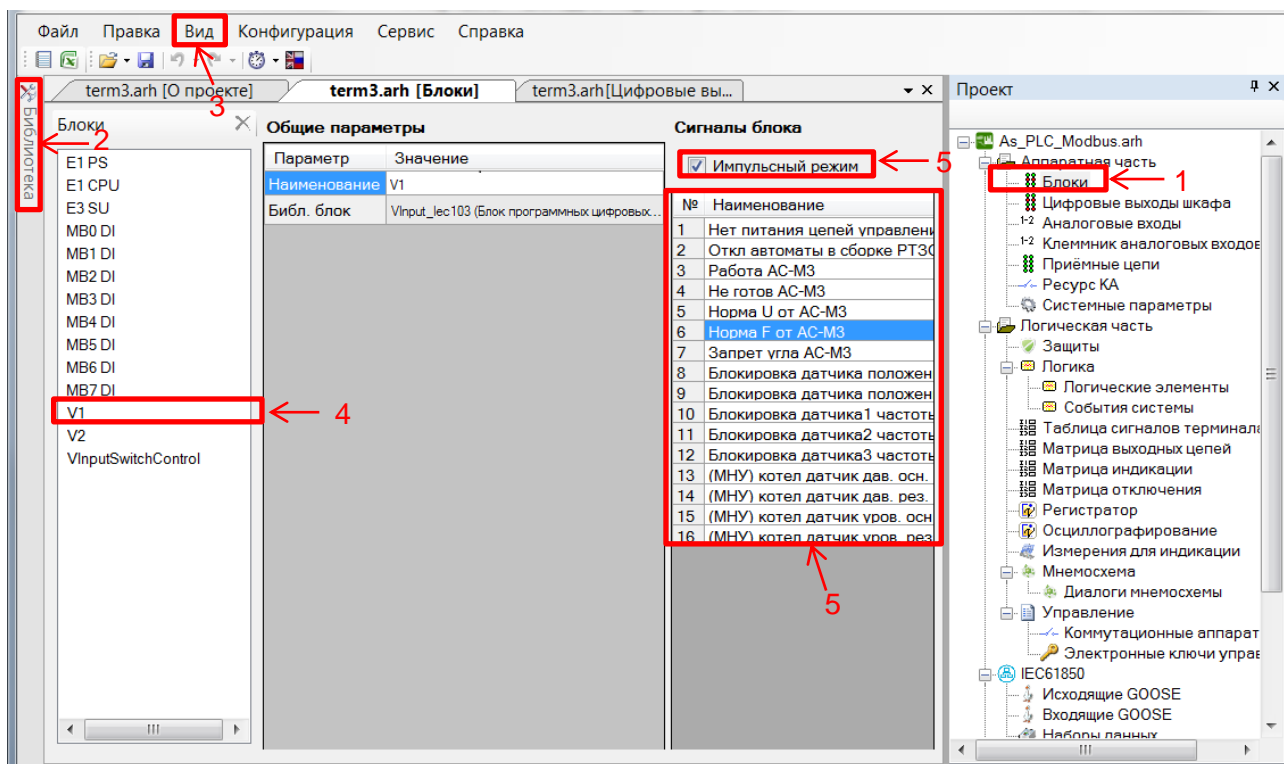

Рисунок 11 – Вкладка **Блоки**
4.6.1 В «дереве» проекта выбрать раздел **Блоки** (см. рисунок 11, обозначение 1) и открыть окно, дважды щёлкнув мышкой на соответствующем пункте в «дереве» проекта.
4.6.2 В левой части программы щелкнуть на вертикальную вкладку **Библиотека** (см. рисунок 11, обозначение 2) (вкладку **Библиотека** также можно вызвать через меню **Вид** → **Окно библиотеки** (см. рисунок 11, обозначение 3) и выбрать из списка блоков блок программных цифровых входов (см. рисунок 11, обозначение 4).
4.6.3 Указать наименование сигнала блока (см. рисунок 11, обозначение 5).
4.6.4 Установить флажок **Импульсный режим** (см. рисунок 11, обозначение 5).